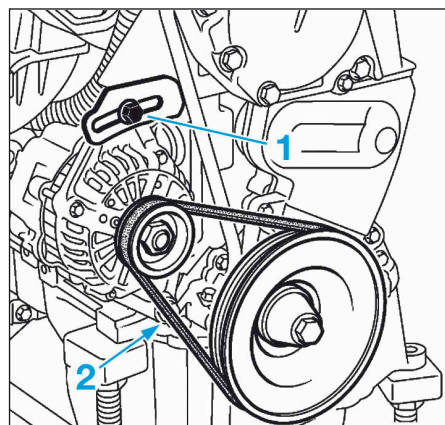

FIG.10
- Déposer (Fig.10) :
- la vis (1),
- le boulon (2),